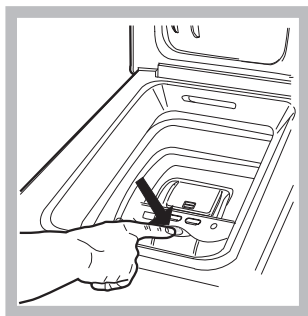

Fig. 2
B) Ouverture douce du tambour (Fig. 2): Appuyez d'un doigt sur le bouton comme illustré et le tambour s'ouvrira délicatement.
E) ARRÊT FINAL DU TAMBOUR (Fig. 2)